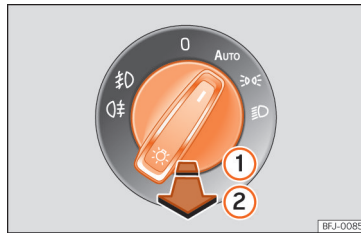

Abb. 73 Instrumententafel: Bedienelement Licht
- **Nebelscheinwerfer einschalten** ☞ : Ziehen Sie den Lichtschalter bis zur ersten Raste heraus ☞ (Abb. 73) ①.
- **Nebelschlusslicht einschalten** ☞ : Ziehen Sie den Lichtschalter ganz heraus ②.